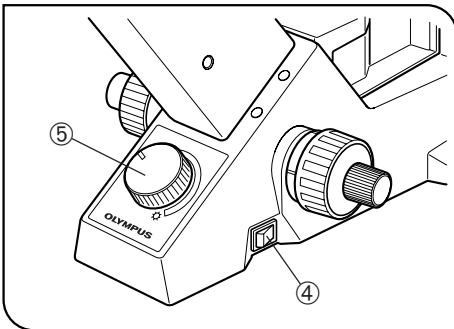

Abb. 2
10. Den Helligkeitsregler ⑤ stets vorsichtig drehen. Nicht über den Anschlag hinausdrehen. (Abb. 2)